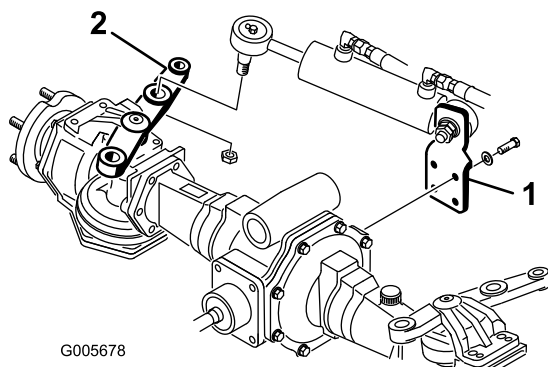

Figura 3
2. Monte el soporte del cilindro a la parte trasera del eje con 4 tornillos (M10 x 30) y arandelas (Figura 3). Aplique Loctite 242, o equivalente, y apriete los tornillos a 65–81 Nm.